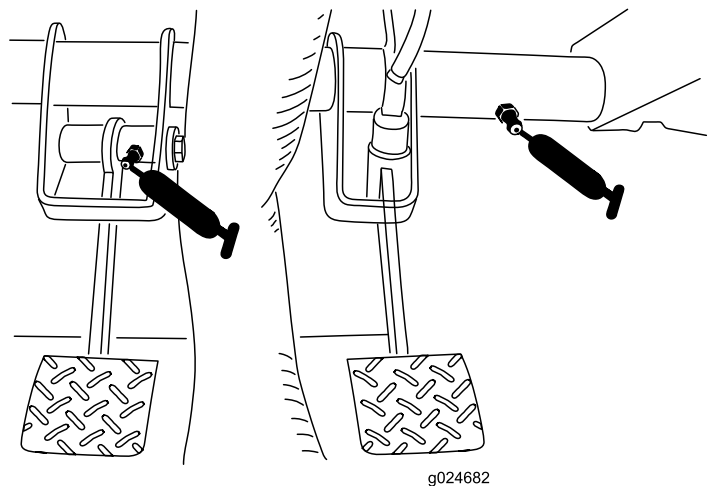

Figura 41
- Frizione (1) e freno (1) (Figura 41)